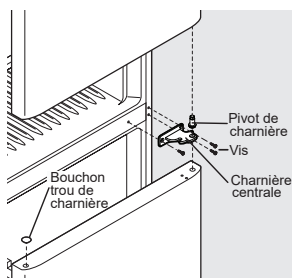

figure 2
7. À l'aide d'un tournevis à tête Torx T25, retirez les 3 vis de la charnière centrale et mettez la charnière centrale de côté (voir Figure 2).